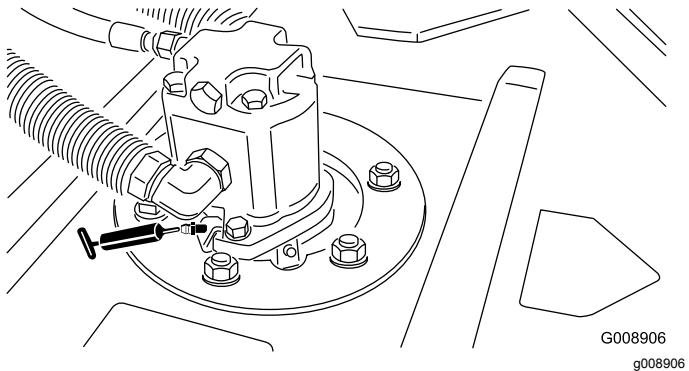

Bild 55
- Spindelwellenlager des Mähwerks (2 pro Mähwerk) (Bild 55)